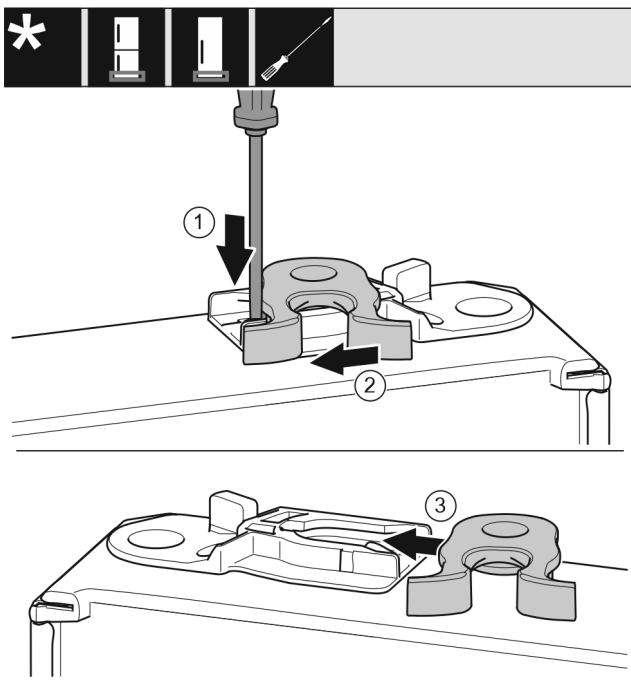

Fig. 18
- Potisnite spono Fig. 18 (1) navzdol s ploščatim izvijačem.
- Povlecite zapiralni kavelj Fig. 18 (2) ven iz vodila.
- Potisnite zapiralni kavelj Fig. 18 (3) na drugi strani v vodilo.